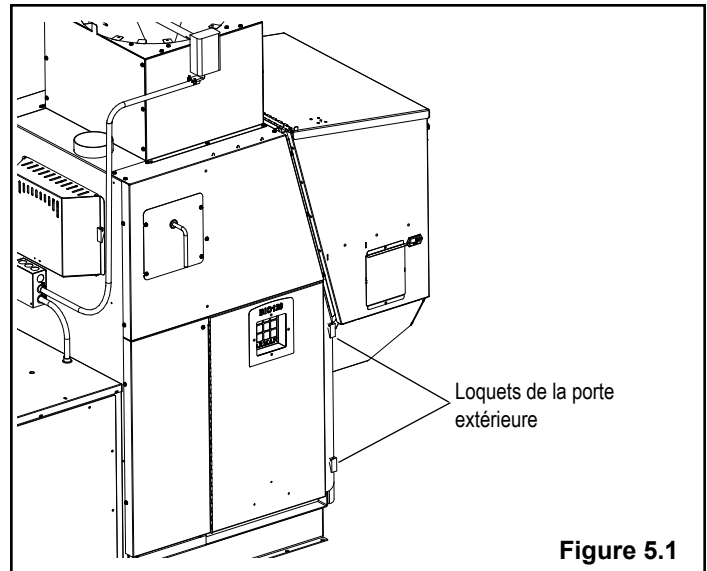
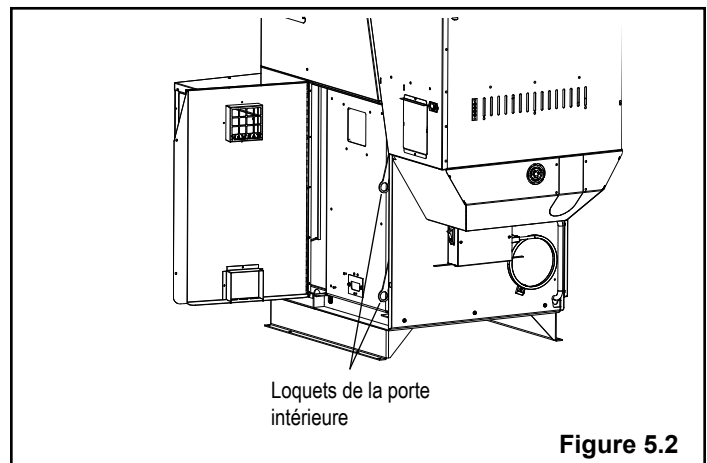
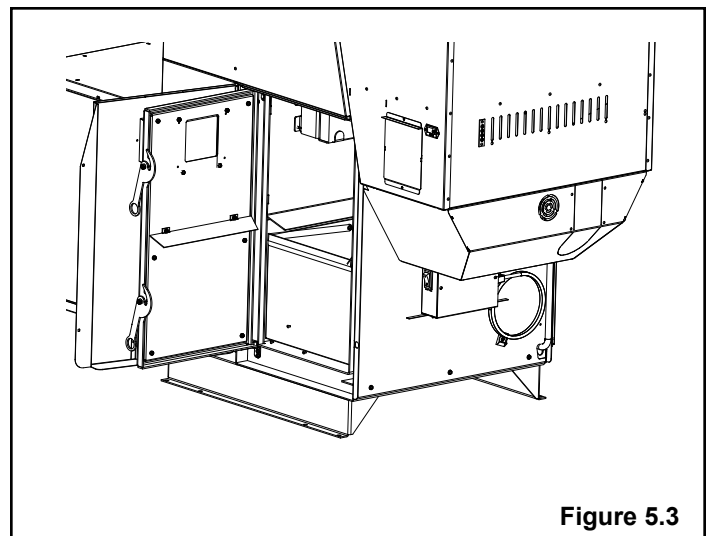

Figure 5.1
Figure 5.2
Figure 5.3
2. **Ouvrez la porte intérieure et la porte extérieure du bac à cendres comme illustré dans les Figures 5.1 à 5.3 figurant dans les sections de maintenance et réparations du présent manuel.**
Soulevez les deux loquets illustrés à la Figure 5.1 et ouvrez la porte extérieure comme illustré à la Figure 5.2. Si le ventilateur de distribution est en marche quand la porte extérieure est ouverte, un peu d'air peut s'échapper par l'ouverture de la porte. Cela ne présente aucun problème, mais la poussière soulevée pendant l'élimination des cendres risque de se disperser.
Soulevez les loquets illustrés à la Figure 5.2 et ouvrez la porte intérieure comme illustré à la Figure 5.3.